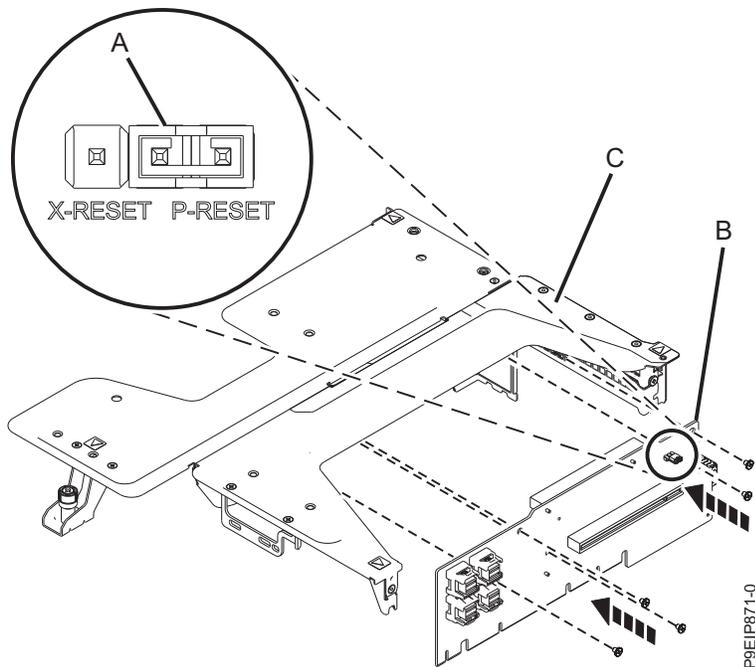

Figura 26. Sustitución del adaptador de la posición 1
3. Sustituya la tarjeta de expansión en el marco de la tarjeta de expansión. Asegúrese de que el puente de **(A)** esté en las patillas 1 y 2 (P-RESET), tal como se muestra en la Figura 26. Vuelva a poner los cinco tornillos para fijar la tarjeta de expansión **(B)** al soporte de la tarjeta de expansión **(C)**.